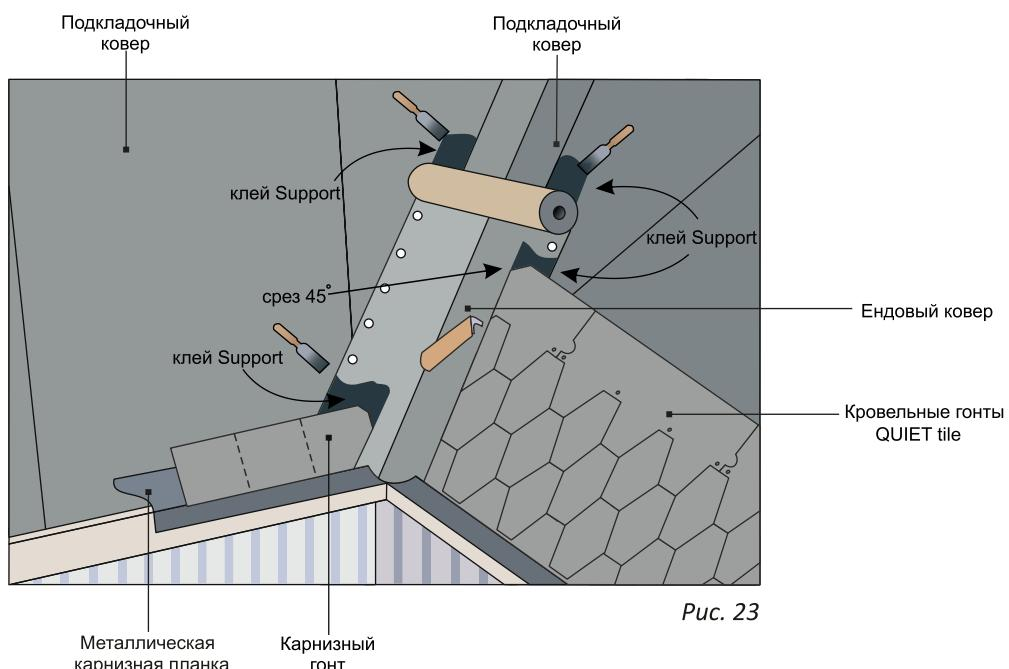

Рис. 23
- Ендовый ковер в области оси ендовой необходимо оставить открытым на 150 - 200мм. Края гонтов приклеиваются к ендовому ковру kleem Support, что предотвращает проникновение накапливающейся в ендовой воды под гонты. Необходимо обрезать верхний угол края гонта, приходящего в область ендовой, под углом в 45 градусов (рис.23);